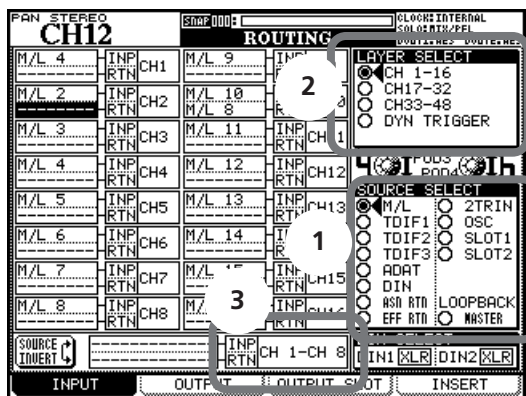

Figure 4.2: Routage des entrées
Les sources d'entrée sont les suivantes, comme listées en bas à droite de l'écran (1 en Figure 4.2, Routage des entrées):
- 2 Sélectionnez la couche de destination de ces sources d'entrée avec l'encodeur **POD 3** (2 dans la Figure 4.2, Routage des entrées).
Pour configurer 8 entrées/destinations à la fois, amenez le curseur sur la zone de configuration multiple en bas au centre de l'écran (3 dans la Figure 4.2, *Routage des entrées*). La destination est sur la droite et la source sur la gauche.